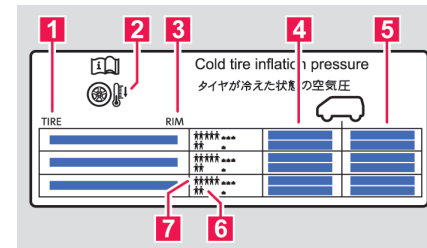

Abb. 202 Angaben auf dem Reifendruckschild.
- Reifendruck immer dem Belastungszustand anpassen → **Abb. 202**.
Das Schild gibt den richtigen Reifendruck für freigegebene Reifen an und befindet sich entweder an der Fahrertürsäule → **Abb. 202** oder auf der Innenseite der Tankklappe.